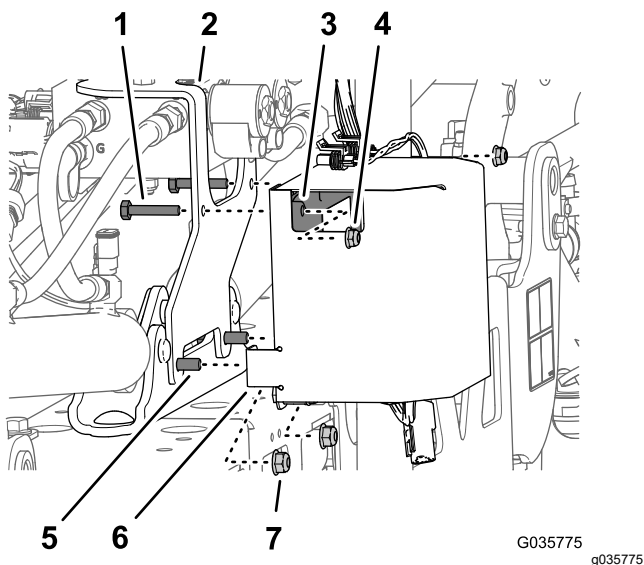

Figura 30
3. Îndepărtați cele 2 contrapiulie cu guler ($\frac{5}{16}$ ") care fixează suportul de montare al setului de finisare a braului ultra sonic de pe suportul cilindrului (Figura 30).
4. Montai capacul controlerului (Figura 30) pe urubul cu guler ($\frac{5}{16} \times 1$ ") de la orificiile inferioare spre înainte ale capacului i fixai uor capacul, suportul i montai cu cele 2 contrapiulie cu guler ($\frac{5}{16}$ ") pe care le-ai îndepărtat în 3.
5. Montai cele 2 uruburi ($\frac{1}{4} \times 1 \frac{3}{8}$ ") prin orificiile superioare din suportul de montare (set de finisare a braului ultra sonic), flana din spate (capacul controlerului) i controlerul (Figura 30) cu cele 2 contrapiulie cu guler ($\frac{1}{4}$ ").